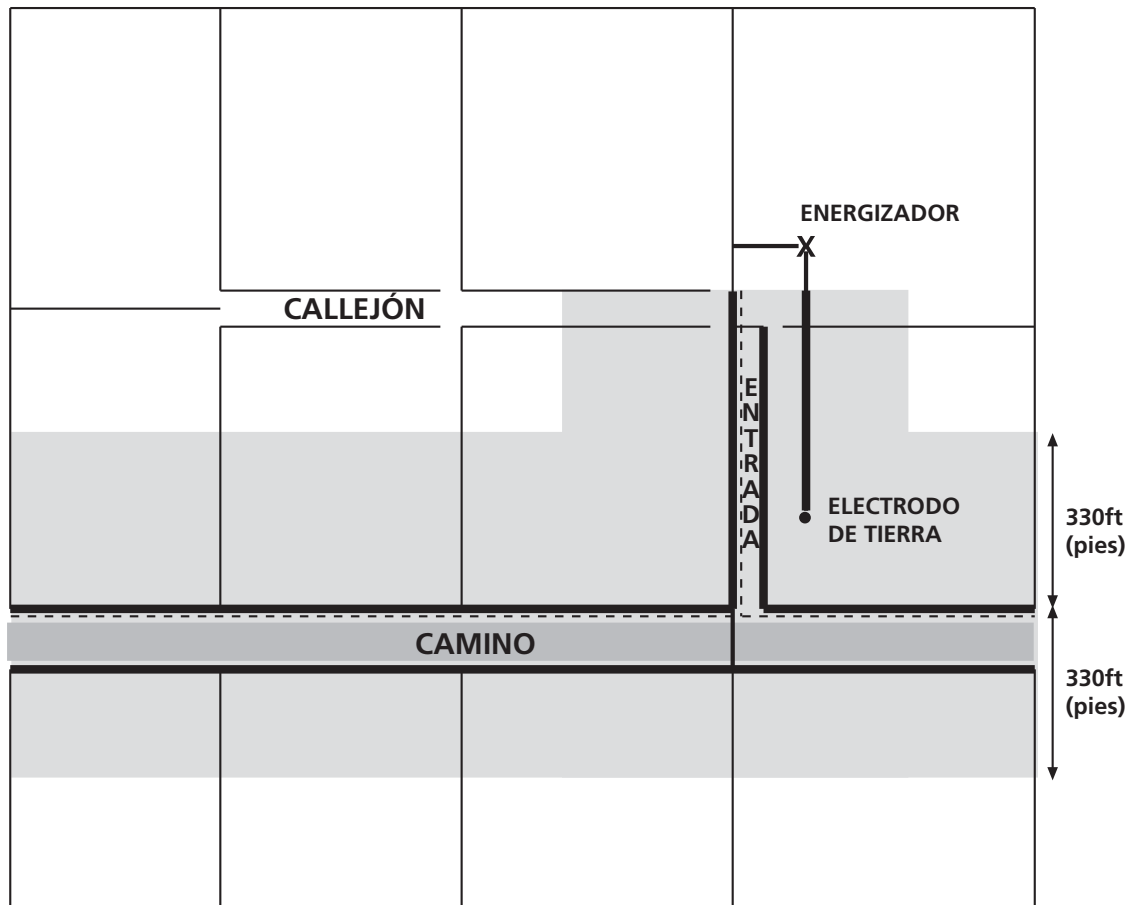

Figura 8.3
3. Sombree en el plano un área de 200m de ancho centrado en cada uno de los cables de comunicación como lo muestra en la Figura 8.3. Alambres eléctricos que se encuentren dentro de esta área sombreada pueden causar interferencia debido a su cercanía con los cables de comunicación.
4. Identifique en el plano los alambres de la cerca paralelos a los cables de comunicación, y que están a 100m de ellos como lo muestra la *Figura 8.3*. Los que cruzan perpendicularmente los cables normalmente no provocan interferencia y pueden ser ignorados.